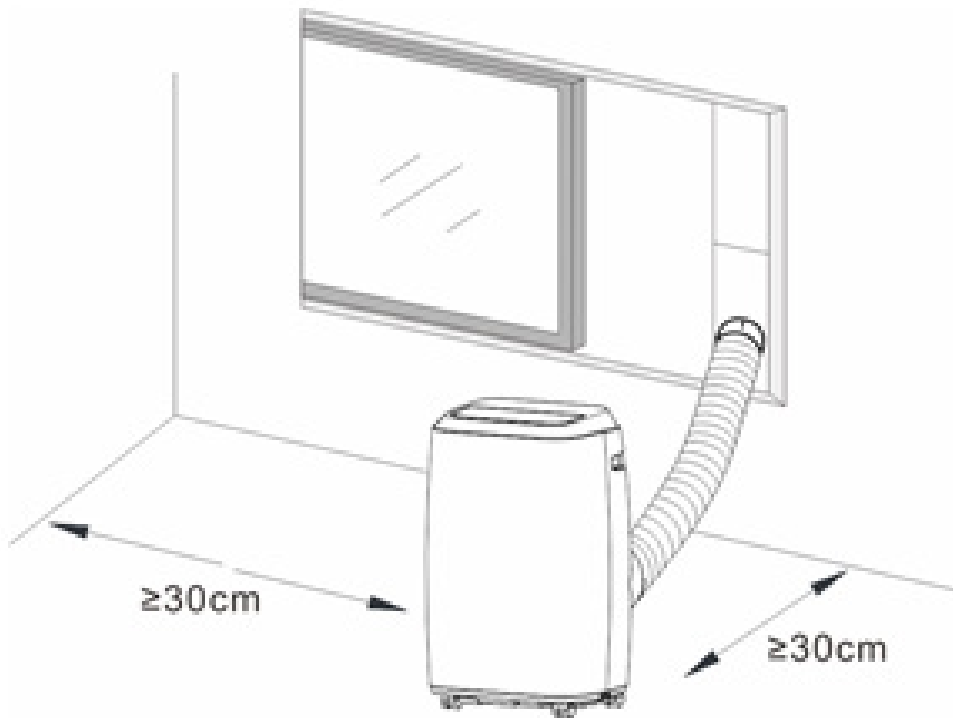

Abb. 8
- Die mobile Klimaanlage sollte an dem ebenen Ort frei von Hindernissen aufgestellt werden. Blockieren Sie nicht den Luftauslass und achten Sie darauf, dass der erforderliche Abstand zu Gegenständen und Wänden um das Gerät mindestens 30 cm beträgt. (Siehe Abb. 8)